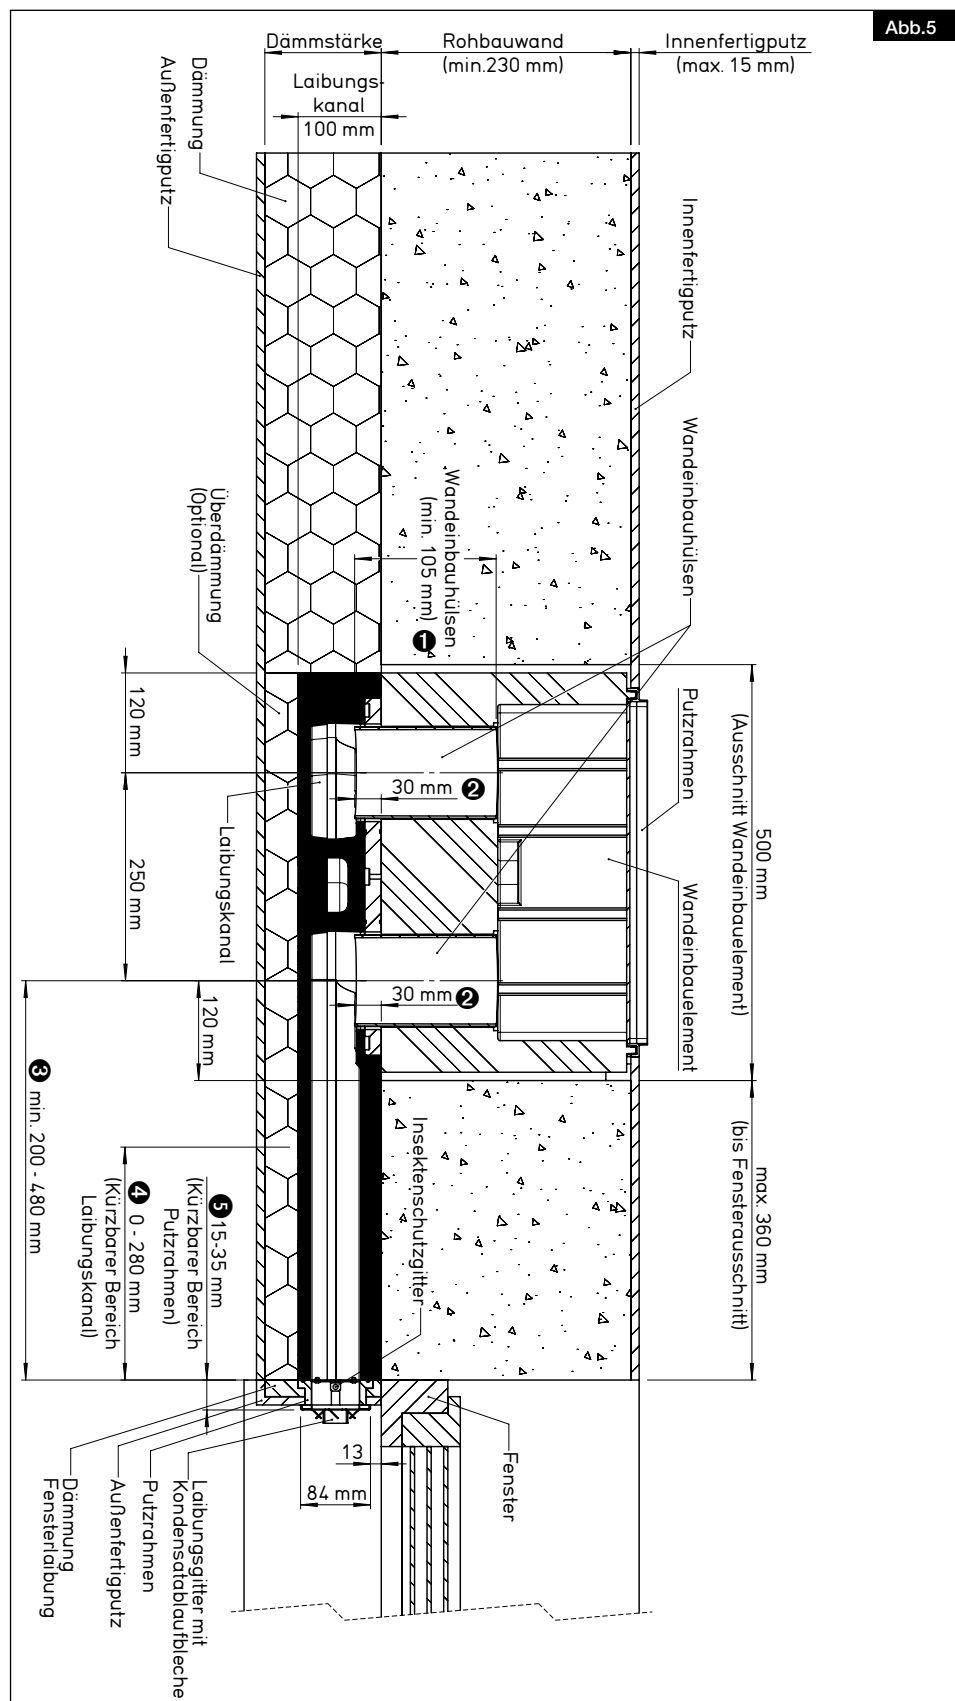

Abb.5
Die tatsächliche Länge der Wandeinbauhülsen setzt sich aus der Dicke der Rohbauwand mit Innenfertigputz und der Eintauchtiefe (2) in den Laibungskanal zusammen (s. Abb.5).